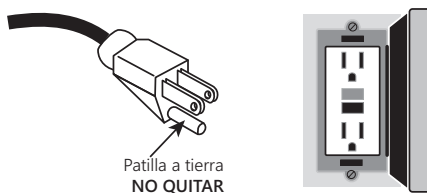

Figura 1. Patilla a tierra—No quitar
- ♦ No desmonte la patilla a tierra (vea la Figura 1). Si se corta el cable o el enchufe la garantía quedará anulada y la bomba no funcionará.